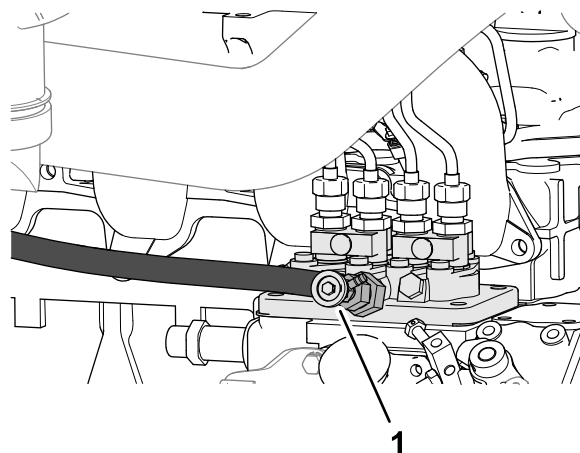

Рисунок 83
4. Выверните продувочный винт из насоса для впрыска топлива (Рисунок 83).